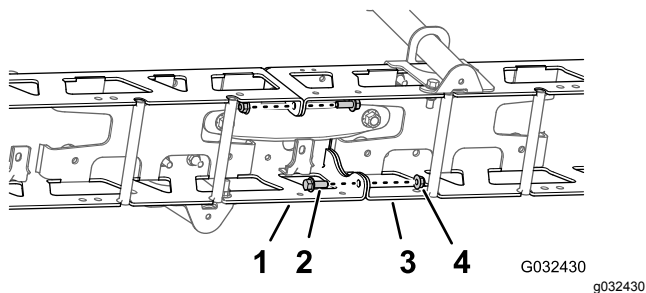

Рисунок 52
1. Удалите два болта с фланцевыми головками ($\frac{3}{8}$ x 1 дюйм) и две контргайки ($\frac{3}{8}$ дюйма), которые крепят вертикальные фланцы левой и правой ферменных рам (Рисунок 52).